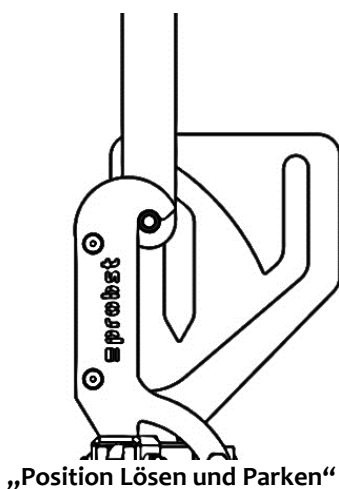

Bild 1
- Hakenaufnahme durch schräges Ziehen des Last-Zuggestänges in Position „Lösen“ bringen (Bild 1).